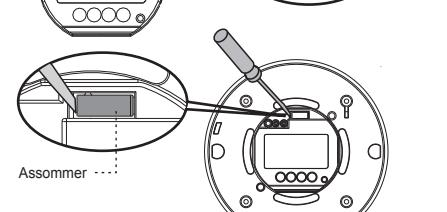

FIG. 22
- À l'aide du petit tournevis plat, déplacer l'interrupteur à glissière vers la position souhaitée, tel qu'indiqué à la FIG. 22.